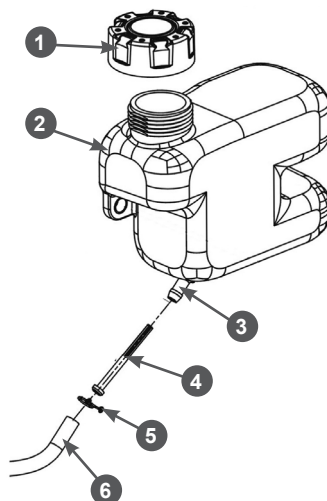

Рис. 18 Обслуживание топливного фильтра и топливного бака
2. Снимите хомут 5 топливного шланга и снимите шланг 6 со штуцера 3 топливного бака (Рис. 18).
4. Извлеките из топливного шланга 6 топливный фильтр 4 (Рис. 18). Проверьте его целостность и чистоту, при необходимости промойте чистым бензином или замените.